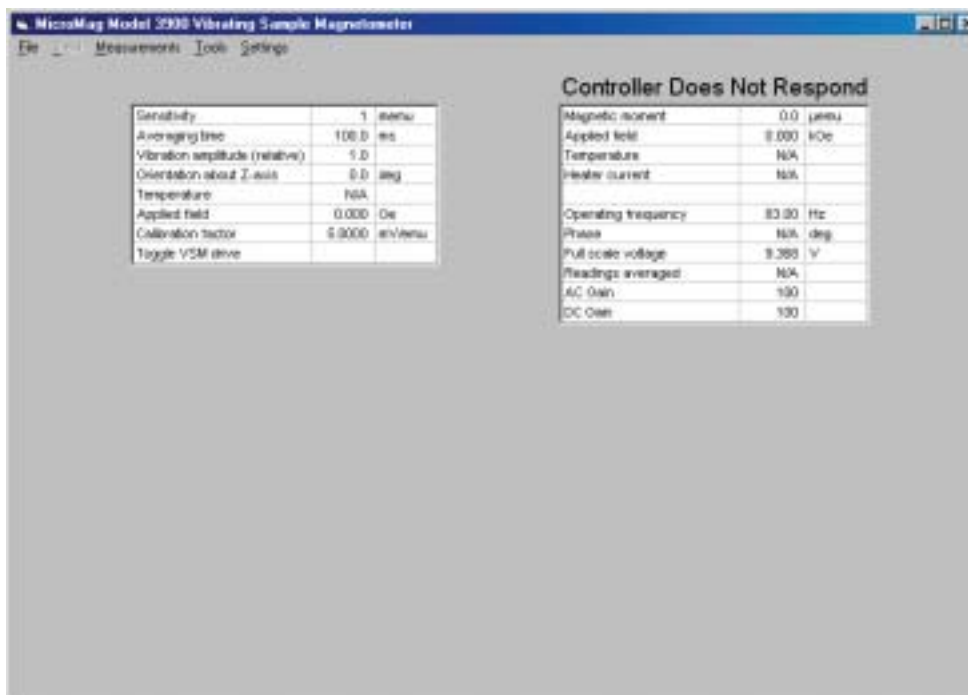

図 19 Main window
**注:** このスクリーンから出ると、アプリケーションソフトウェアが自動的にロードされ、そして MicroMag™ コントローラーがオンになれば初期化されます。表示される2番目のスクリーンは図19で示す**Main**ウィンドウです。他のウィンドウやダイアログボックスはメニューバー上のメニューから選ぶことによってアクセスできます。